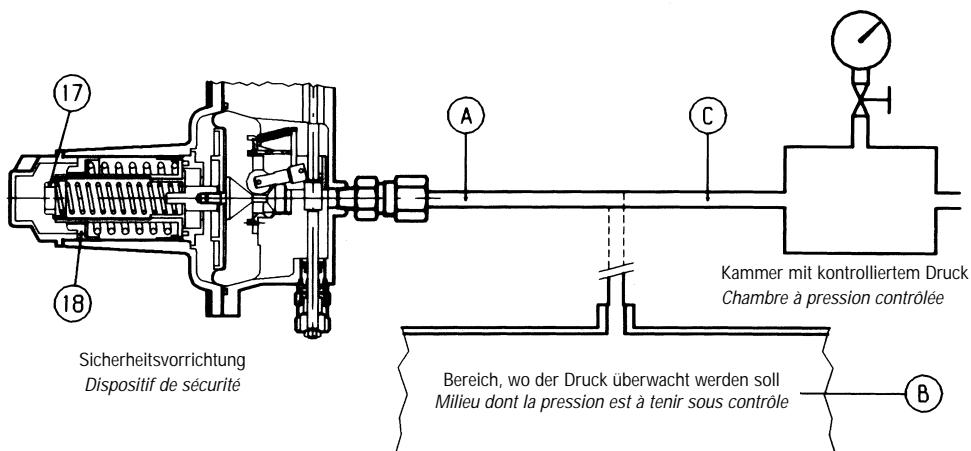

Fig. 15
- B) Bei Anlagen ohne "Push"-Ventil (Abb. 15) wird empfohlen, den kontrollkopf separat mit einer druckkontrollierten Hilfsdruckleitung zu verbinden und die oben beschriebene Vorgehensweise zu wiederholen.
B) Pour les dispositifs dépourvus de la vanne "push", il est conseillé de brancher séparément la tête de commande à une pression auxiliaire contrôlée et de répéter les opérations décrites ci-dessus (fig. 15).
- B) Bei Anlagen ohne "Push"-Ventil (Abb. 15) wird empfohlen, den Steuerkopf separat mit einer druckkontrollierten Hilfsdruckleitung zu verbinden und die oben beschriebene Vorgehensweise zu wiederholen.
- B) Pour les dispositifs sans vanne "push" (fig. 15) il est conseillé de brancher séparément la tête de commande à une pression auxiliaire contrôlée. Répéter les opérations décrites ci-dessus.